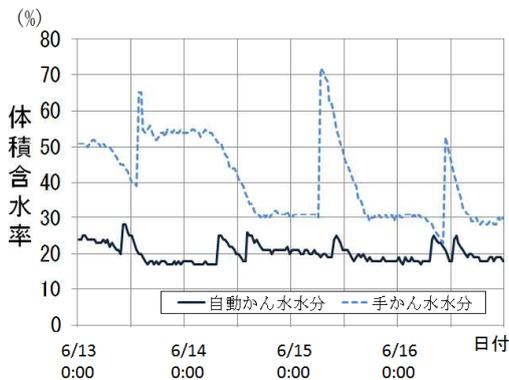

図2 ポット苗土壌水分量の変化
- 5 手かん水に比べて少量多回数のかん水が行えるため、水分量の設定を20%、1回のかん水量を70mLに設定した現地試験の結果では、慣行と比べ苗のそろいが良く、徒長が抑えられた良質な苗が生産できた（表1）。定植後の第4果房までの収穫量・品質は同等であった（表2）。かん水システムでは土壌水分量の変化が小さいので、夜間の水分を低く保つことができる（図2）。